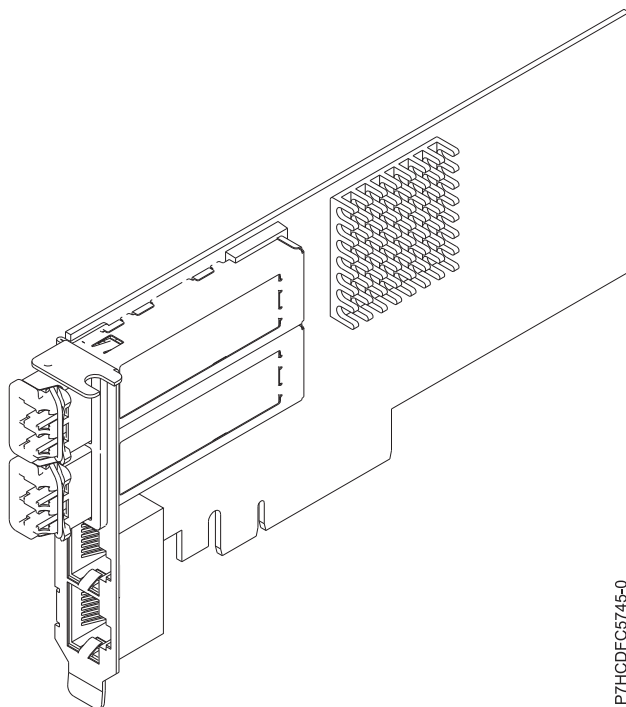

図 33. FC EN0H アダプター
この 4 ポート付きアダプターは、2 個の 10 Gb FCoE SR スモール・フォーム・ファクター・プラグ可能 (SFP+) ポートおよび 2 個の 1 Gb RJ45 イーサネット・ポートを提供します。2 個の 10 Gb FCoE ポートは、リトル・コネクタ (LC) タイプのコネクタによって接続されます。各 FCoE ポートは公称データ速度 10 Gbps (G ビット/秒) のイーサネット接続を提供します。各 1 Gb ポートは、データ速度 1 Gbps でイーサネット接続を提供し、イーサネット・ケーブルによって接続されます。10 Mb データ速度はサポートされません。103 ページの図 33 は、FC EN0H アダプターを示しています。